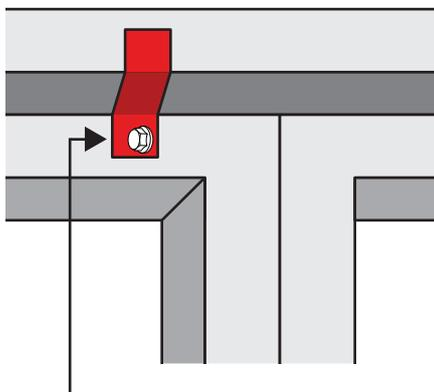

Abb. 2 Transportsicherung
- Lösen Sie die Transportschlösser (Abb. 2) und schrauben Sie bei einem Tor mit Bürstendichtung (ohne Schwelle) auch den Boden sicher ab (Abb. 3).
Abb. 2 untere Sicherung
Schrauben Sie bei einer schwellenfreien Tür den Boden sicher ab (Abb. 2).